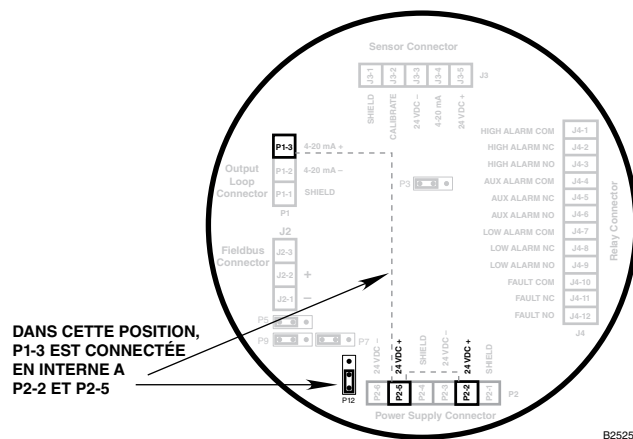

Figure 4—Position du Cavalier P12 pour sortie sur Boucle 4-20 mA Non Isolée
- Pour une boucle 4-20 mA non isolée, installer le cavalier comme représenté en Figure 4. Ceci permet d'amener le +24 Vcc sur P1-3 via une connexion interne entre les bornes P2-2 et P2-5.
La Figure 4 représente le cavalier P12 positionné pour alimenter la boucle 4-20 mA à partir de la source d'alimentation principale (sortie non isolée).